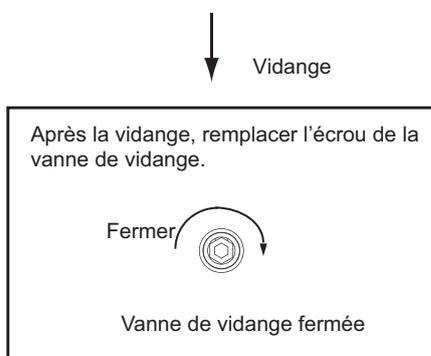

Fig.4-2
- Vidange : si l'appareil doit être nettoyé, déplacé, etc., il faudra vider la cuve. Méthode : voir Fig. 4-2.